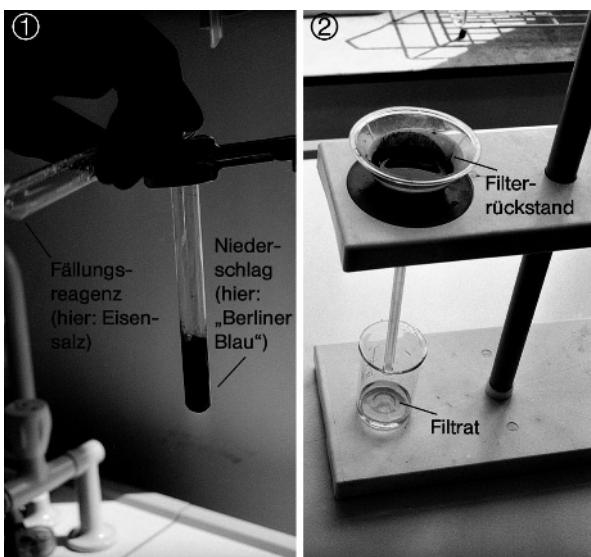

Abb. 1.5 Ausfällung und Filtration von Niederschlägen.
- 4) Filtern Sie die Aufschämmung des Niederschlages (Abb. 1.5) und waschen Sie ihn durch Übergießen mit etwas Wasser.